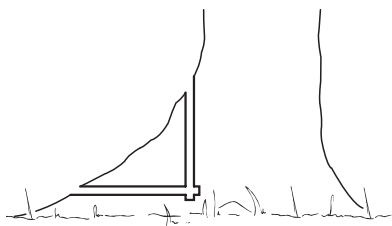

Рис. 20 Очистка ствола
- 4.2. Подпилите большие прикорневые наплывы: первым должен подпиливаться наибольший корневой наплыв — сначала вертикально, затем горизонтально — только у здорового дерева (Рис. 20).